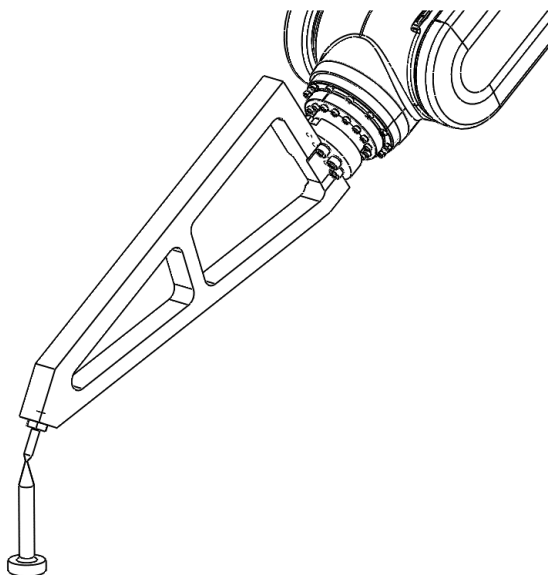

图 6-14 校准 15 点
2. 按 6.3 机械零位校准方法, 对齐各轴机械零位刻线, 在新建的程序中示教零点 P0, 安装校准所需末端尖点校准工装, 按以下要求示教校准点, 如图 6-14: (或联系本公司技术服务人员使用校准点程序)